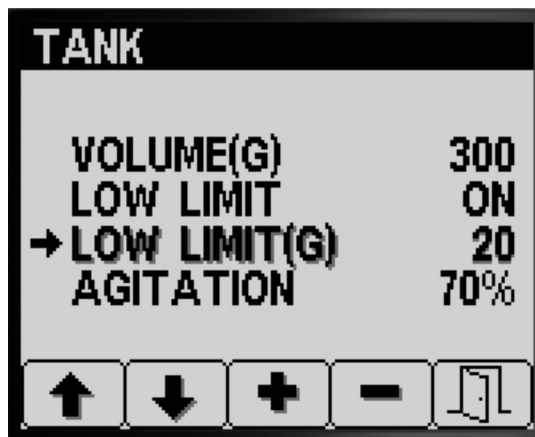

Figura 14
1. Prima o botão 1 ou 2 para navegar para a opção LIMITE BAIXO do volume (Figura 14).
2. Prima o botão 4 para selecionar a entrada do LIMITE BAIXO do volume (Figura 14).
3. Prima os botões 3 ou 4 para aumentar ou baixar o volume limiar no qual surge o indicador do limite no InfoCenter (Figura 14).